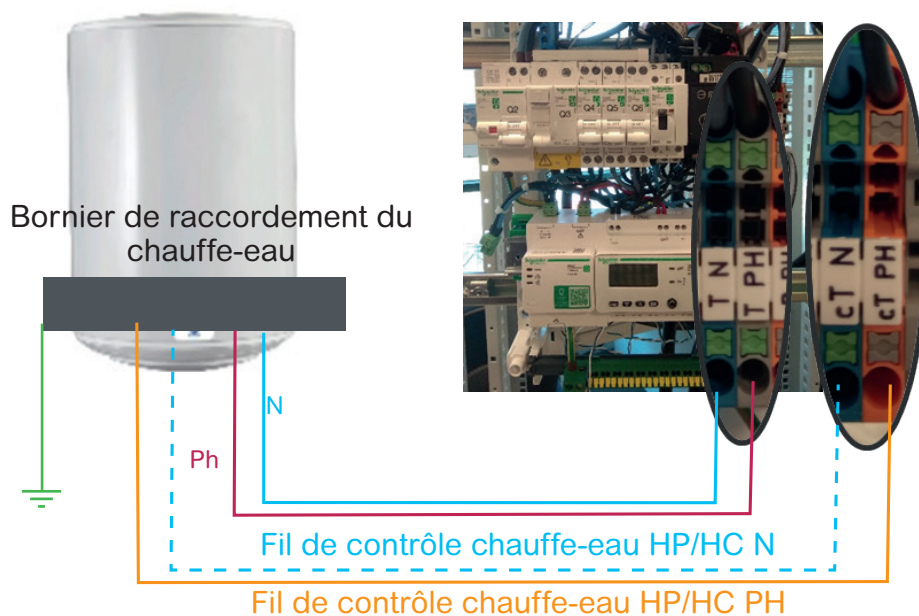

Figure 9 : Câblage du chauffe-eau thermodynamique
- Câbler le neutre, la phase du chauffe-eau respectivement aux bornes T N et T PH (figure 9).
- Câbler la phase du bornier de contrôle HP/HC (situé dans le bornier de raccordement du chauffe-eau) aux borniers cT PH et, si besoin, câbler le neutre du bornier de contrôle HC/HP au bornier cT N (figure 9).